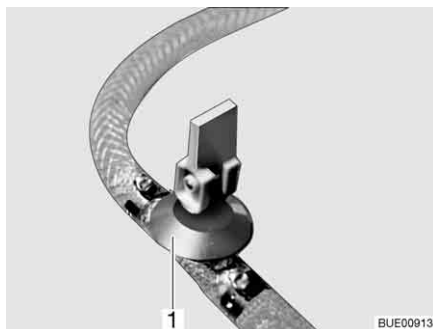
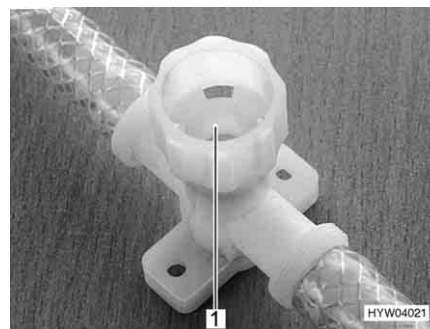

Fig. 192 Rubinetto di scarico (con leva a bilancere)
Fig. 193 Rubinetto di scarico (con tappo a vite)
- Chiudere tutti i rubinetti di scarico. Mettere la leva a bilanciere del rubinetto di scarico (Fig. 192,1) orizzontale o chiudere il coperchio del rubinetto di scarico (Fig. 193,1) in senso orario.